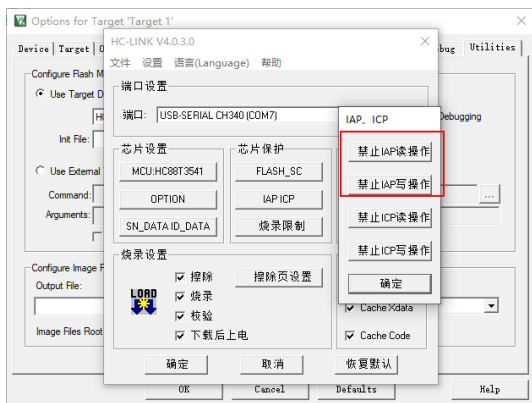

图 2-4 IAP 功能选择
- 4、分别打开 IAP-RD 以及 IAP-EW 选项卡。(如图 2.4)